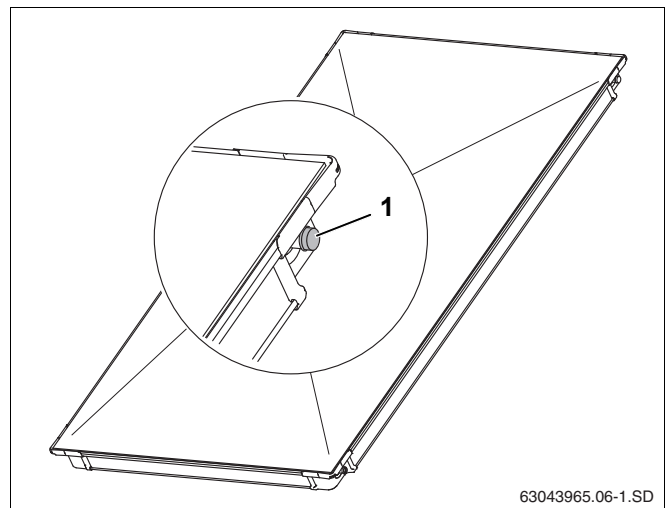

Рис. 6 Крышки на штуцерах коллектора
- Снимите пластмассовые крышки (рис. 6, поз. 1) только непосредственно перед монтажом.